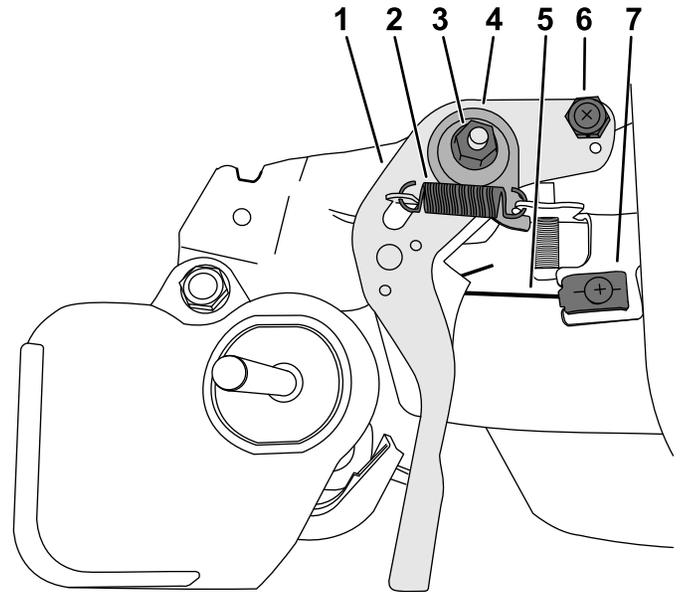

Bild 4
7. Montieren Sie die breite Klemme und die Kabelklemme an den neuen Positionen des Gasbedienungshebels mit der Schraube und dem E-Clip (Bild 4).
8. Installieren Sie den Gasbedienungshebel, die Wellenscheibe und die Druckplatte am Motor (Bild 4).
9. Montieren Sie und ziehen Sie die Mutter leicht an, um den Gasbedienungshebel am Motor zu befestigen (Bild 4).
10. Montieren Sie die Federn am Gasbedienungshebel und prüfen Sie den Rücklauf (Bild 4).